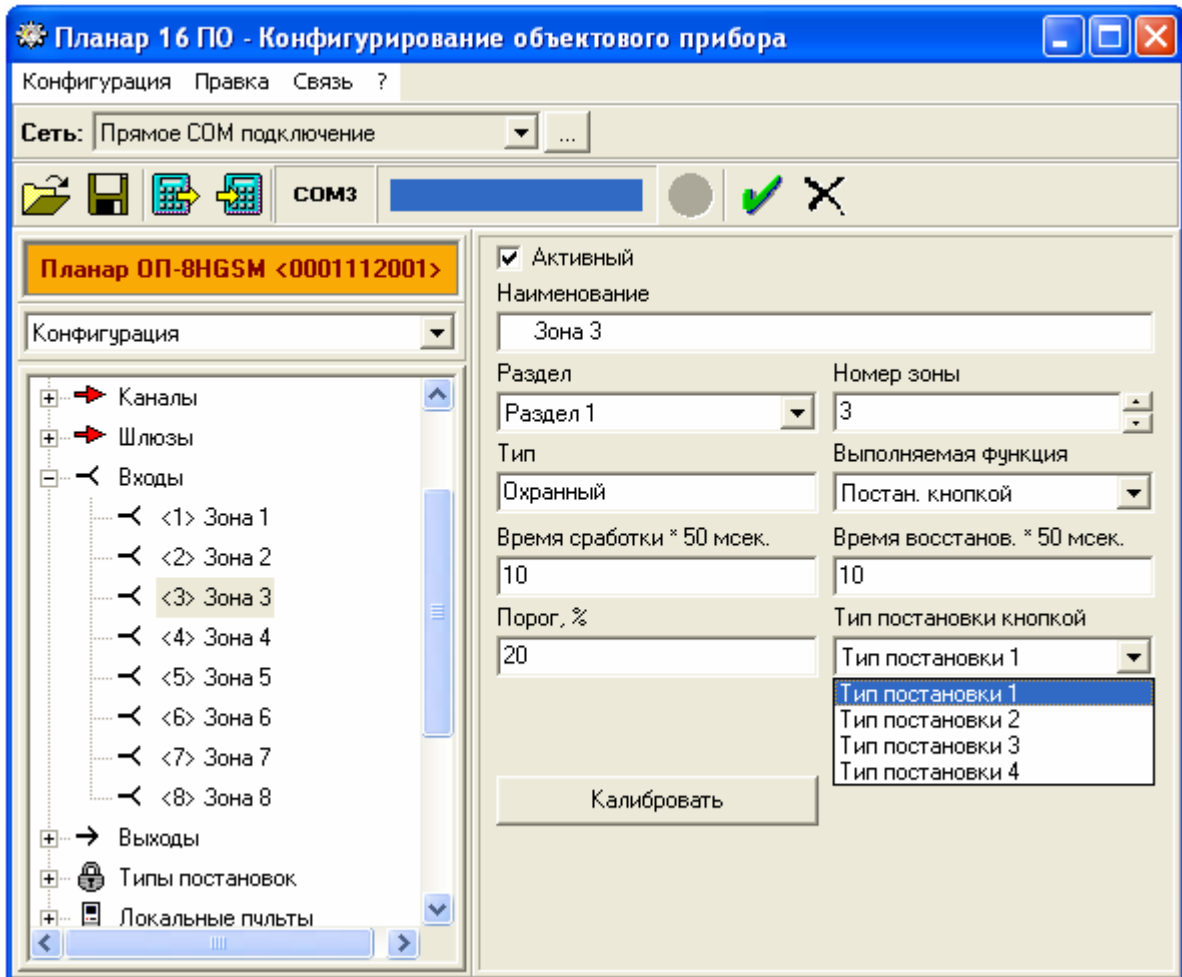

Рис. 12.20 Постановка кнопкой
12.2.9.4 Типовое окно программы конфигурирования объектового прибора при программировании типа постановки кнопкой приведено на рис.12.20.